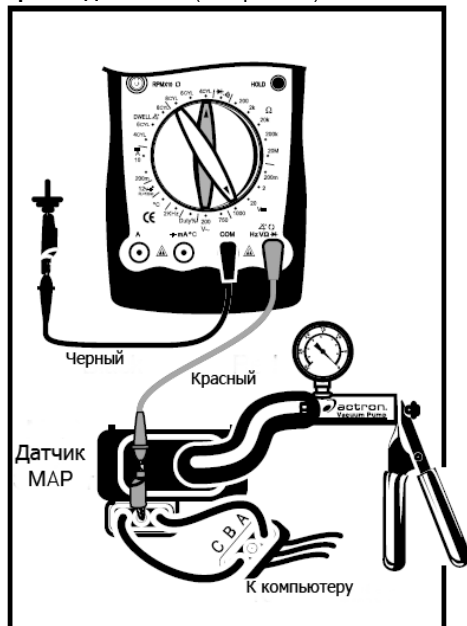

Рис. 22
#### 4. Датчик абсолютного давления в коллекторе (MAP) и атмосферного давления (См. рис. 22)
- (1) Подключите датчик расхода воздуха (выдающий постоянное напряжение), как описано в методике измерения постоянного напряжения, и установите поворотный переключатель в положение **20VDC**.
- (2) Подключите датчик расхода воздуха частотного типа, как указано в методике измерения частоты вращения, и выберите количество цилиндров в двигателе автомобиля.
- (3) Для примера возьмем 4 цилиндра. Подключите черный тестовый щуп мультиметра к клемме заземления, а красный тестовый щуп как показано на рис. 22.
- (4) Поверните ключ зажигания, но не запускайте двигатель.
- (5) Отображаемые значения: